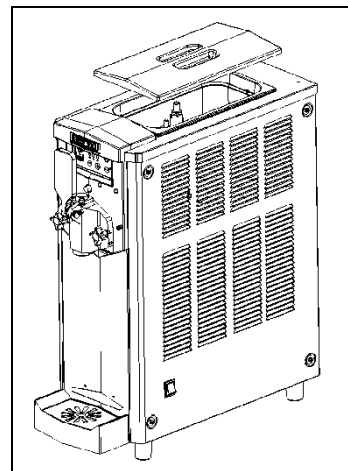

Fig. 36
- Remettre le couvercle sur le bac, insérer la fiche et activer l'interrupteur principal A (fig.36).